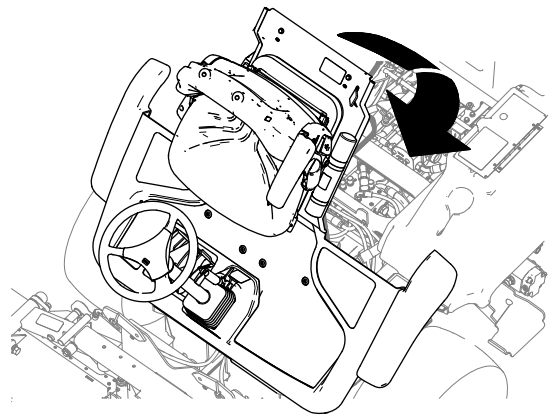

Bild 44
1. Senken Sie die Plattform vorsichtig ab (Bild 44).